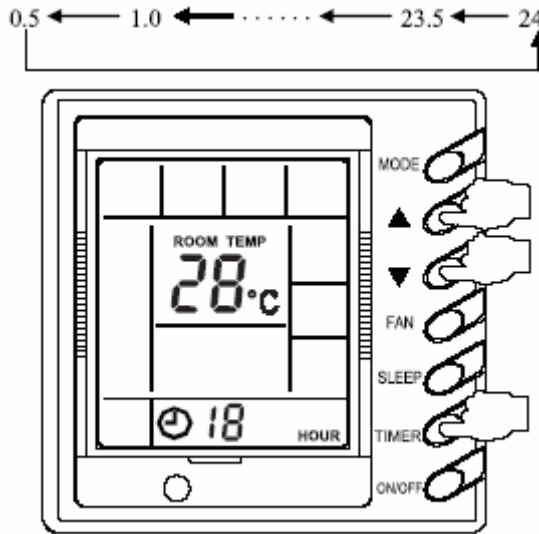

Fig. 18
NOTA: La Fig.17 muestra el estado una vez encendida la unidad. Cuando la comunicación es normal, en ambos casos (encendido y apagado) mostrará la temperatura ambiente, aquí no hay “línea reticular”, en la Fig 18, muestra la unidad apagada.
1.2 Ajuste del temporizador (Fig.18)
⚠ NOTA: La Fig. 18 muestra el area relevante.